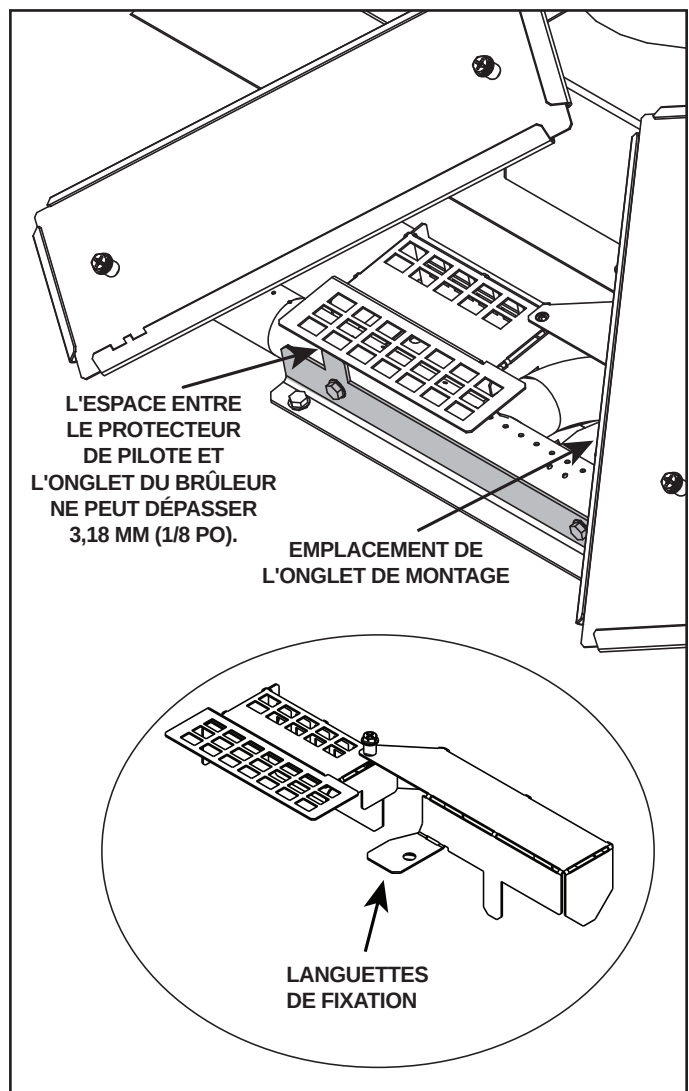

Figure 21 Espace entre le bouclier pilote et la patte du brûleur
- L'écart entre le déflecteur du brûleur pilote et la patte du brûleur doit être de 3,18 mm (1/8 po) ou moins. Pliez la languette de fixation pour ajuster l'écart. Voir la figure 21.